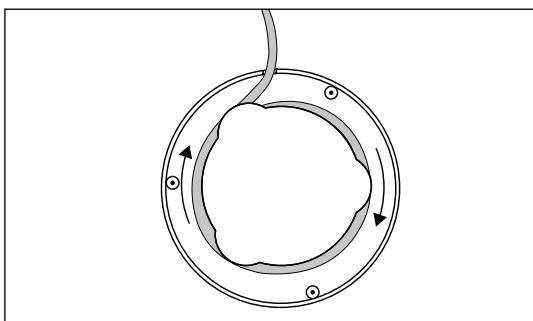

Abb. 1
- Wickeln Sie das Netzkabel immer im Uhrzeigersinn um die Kabelaufwicklung ⑤. Nur so können Sie die Kabellänge auf ein Minimum reduzieren und das Netzkabel noch durch die Aussparung des Sockels ④ führen (siehe Abb.1).